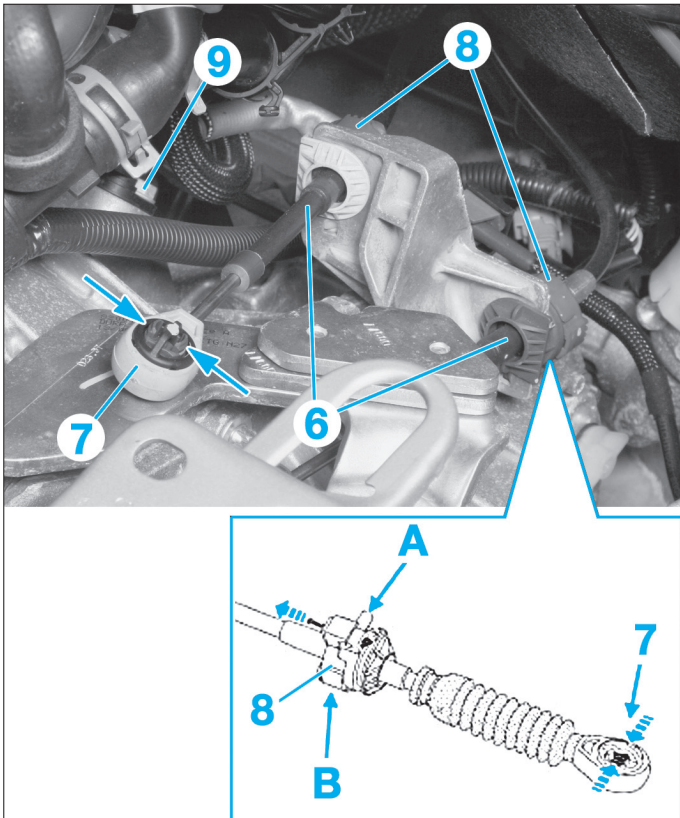
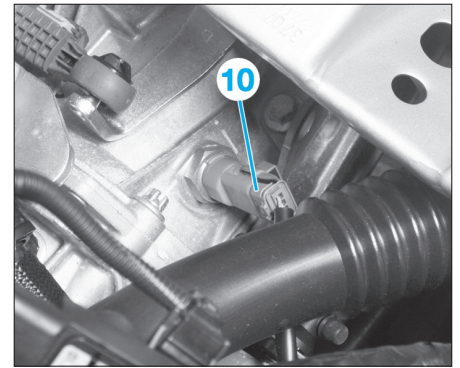

FIG. 7
FIG. 8
- Dégrafer les 2 câbles de commande (6) des rotules (7) en appuyant sur les clips de chaque côté (Fig.7).
- Dégrafer les 2 câbles de commande des arrêts de gaine (8) en tirant sur la goupille en (A) et en dégageant l'arrêt de gaine en le levant en (B).
- Déposer la vis du capteur de régime et de position (9) et le déposer.
- Débrancher le connecteur du capteur de marche arrière (10) (Fig.8).
- Dégrafer les câbles de commande et de sélection de vitesses sur la boîte (Fig.7).